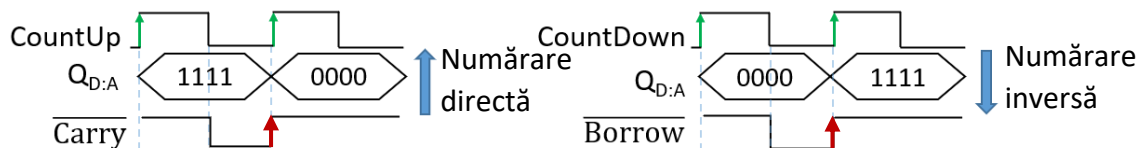

Figura 10. 2 Generarea frontului ascendent pe  $\overline{\text{Carry}}$  sau  $\overline{\text{Borrow}}$  la numărătorul 74193, pe final de buclă
**Notă:** Bucla de numărare pe 8 biți, înregistrată pe ieșiri, conține valori în intervalul 0÷255 (Figura 10. 4 – stânga).